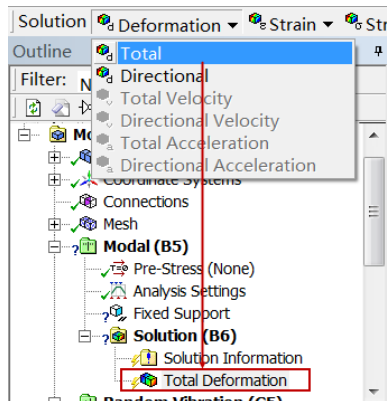

图 14-37 添加变形求解项
- 步骤 02** 选择 Solution 工具栏中的“Deformation”（变形）→“Total”（总变形）命令，如图 14-37 所示，此时在分析树中会出现“Total Deformation”选项。